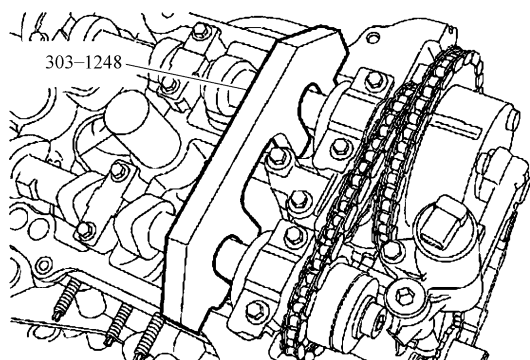

图 15-3 在右侧凸轮轴上安装专用工具
- 4) 将专用工具（工具号 303-1248）安装到右侧凸轮轴上，如图 15-3 所示。将凸轮轴固定在上止点位置。